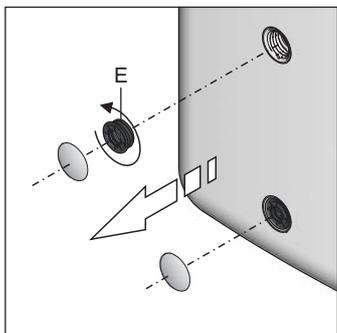

Fig. 5-4 Passaggi di lavoro 2 + 3
3. Smontare la lamiera di copertura della maniglia e svitare il pezzo filettato (fig. 5-4, pos. E) dal contenitore di raccolta.